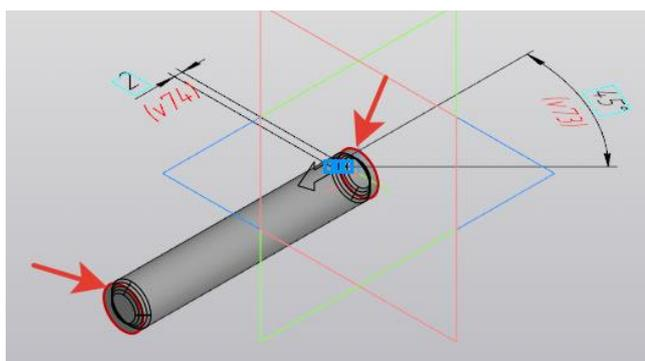

Рисунок 147.
4. Выполните с двух сторон фаски **Длина - 2**, **Угол - 45°** (рисунок 147).